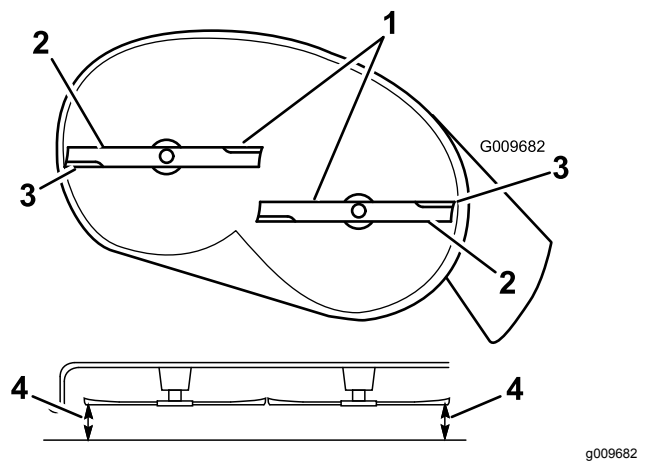
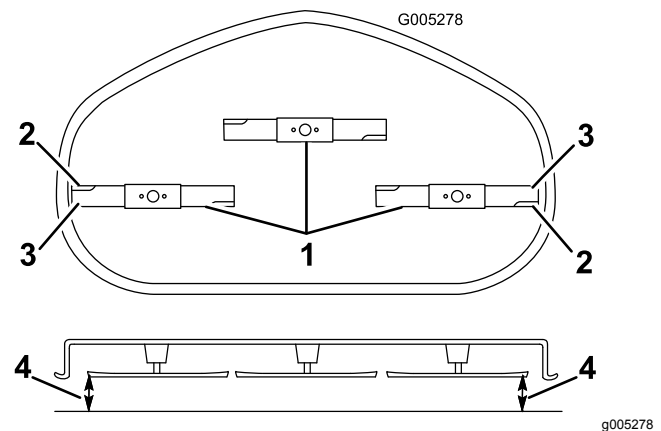

Figura 67
Figura 68
4. Rode cuidadosamente as lâminas para que todas estejam alinhadas (Figura 67 e Figura 68).
5. Meça entre as extremidades de corte exteriores e a superfície plana (Figura 67 e Figura 68).